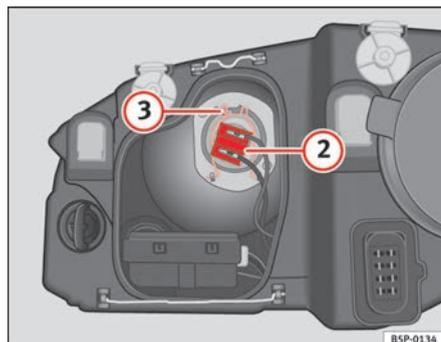

Fig. 165 Feux de croisement
- Retirez le connecteur ⇒ fig. 165 ② de la lampe.
- Décrochez le ressort entrebâilleur ⇒ fig. 165 ③ en le pressant vers l'intérieur et vers la droite.